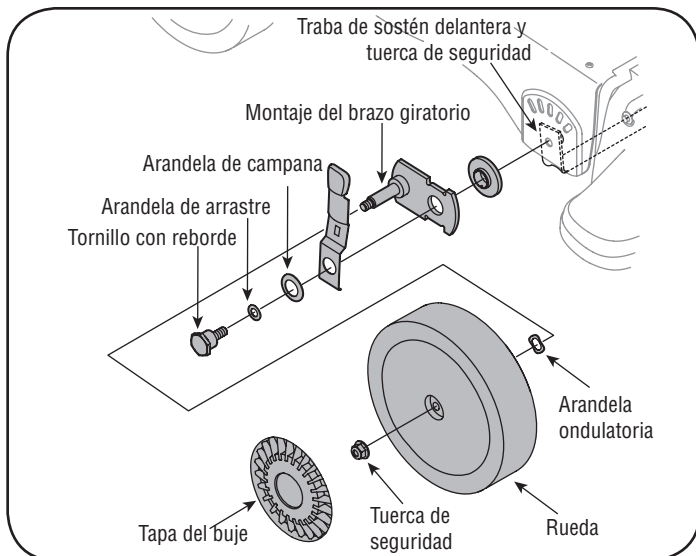

Figura 19
4. Saque las tapas de buje delanteras, las tuercas de seguridad de brida, las ruedas delanteras y las arandelas ondulatorias que van unidas a los montajes del brazo giratorio. Vea la figura 19.